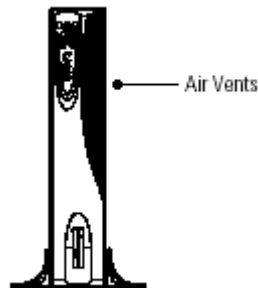

Рисунок 6. Одиночное устройство с ножками
4. Аккуратно переместите устройство в вертикальное положение, таким образом, чтобы вентиляционные отверстия были расположены сверху (см. рис.6).